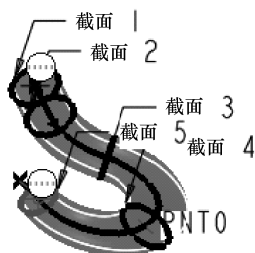

图 6-69 预览模型
(16) 单击【草绘器工具】工具栏中的【完成】按钮 **完成**，接受所绘截面，完成截面 5 的绘制，预览模型如图 6-69 所示，回到【截面】下滑面板。
(17) 在【截面】下滑面板中单击【插入】按钮 **插入**，【截面位置】收集器处于激活状态，在图形区选取原点轨迹上的 6 点（端点），单击【草绘】按钮 **草绘**，进入草绘界面，在 6 点位置草绘点。